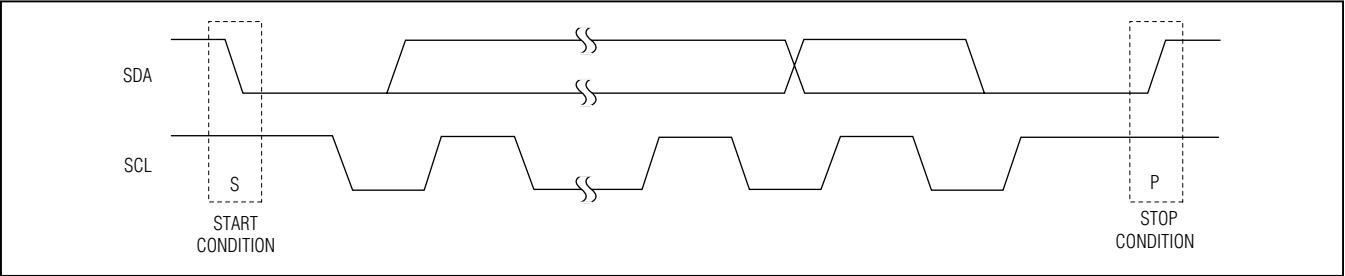

图22. START和STOP条件
接口空闲时SCL和SDA均为高。当SCL为高电平时，主机通过将SDA从逻辑高拉至逻辑低电平产生SRART(S)条件，表示传输开始信号。当主机完成与从机通信后，主机在SCL为高电平时驱动SDA由低电平跳变到高电平(图22)，发出一个STOP (P)条件。此时，总线就绪，可进行下一次传输。